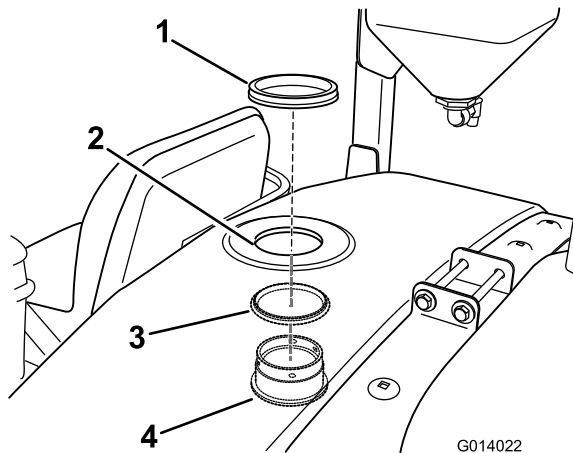

Figura 18
2. Instale o anteparo e anel de retenção a partir do interior do depósito através da abertura cortada previamente (Figura 18).